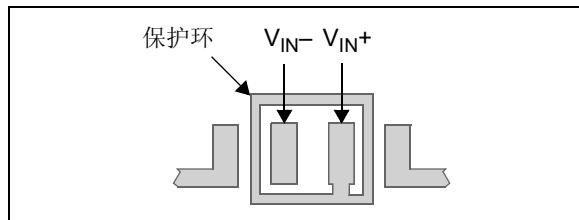

图 4-4: 保护环布局示例
为减小电路板表面泄漏电流，最简单的方法是在敏感的引脚（或走线）外围设置保护环。保护环的偏置电压与敏感引脚的偏置电压相同。图 4-4 所示为这种布局的一个示例。
1. 对于反相增益放大器（图 4-4）和跨阻抗增益放大器（将电流转换为电压的放大器，如光电检测器）：